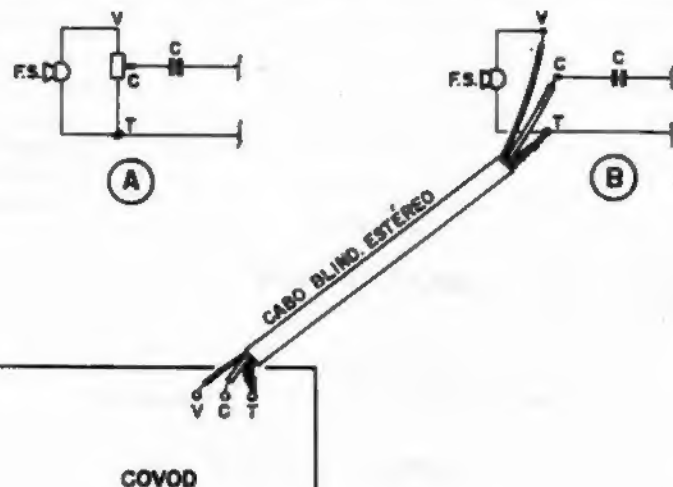

Fig. 5
Conforme mostra a fig. 5, a adaptação do COVOD, em substituição ao potenciômetro que "estava lá" no equipamento de som (amplificador, pré, etc.) não apresenta a menor dificuldade. Em 5-A temos a estrutura original, com o potenciômetro costumeiramente acoplado a uma fonte de sinal (F.S.) e ligado ao restante do circuito, frequentemente através de um capacitor (C) de isolamento para C.C. Basta "puxar" um pedaço de cabo blindado estéreo, interligando os pontos conforme mostra o diagrama 5-B (o potenciômetro original é simplesmente removido...).